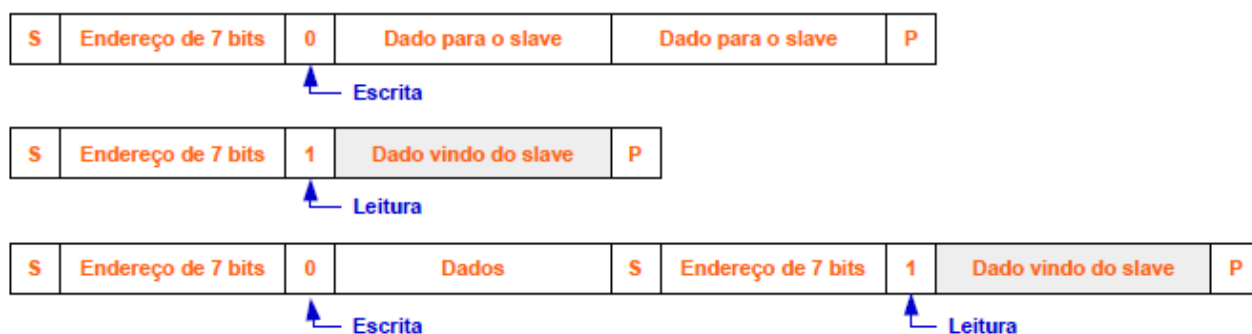

Figura 3: Exemplos de comunicação num barramento I²C.
A Figura 3 mostra três exemplos de como é feita a transferência de dados no barramento I²C. Cada Slave conectado na rede tem um endereço de 7 bits, o que permite ter um total de até 128 dispositivos. O bit menos significativo do endereço é usado para informar aos dispositivos Slave se a operação é de escrita (0) ou de leitura (1). Note ainda que nos três exemplos cada transmissão iniciou com um START (S na figura) e finalizou com um STOP (P na figura). No primeiro exemplo da figura, o Master escreve dois para o Slave endereçado. No segundo, o Master requisita uma leitura do Slave endereçado. No terceiro, o Master escreve um byte para um dispositivo Slave, e em seguida envia outro START para iniciar a leitura de um Slave.